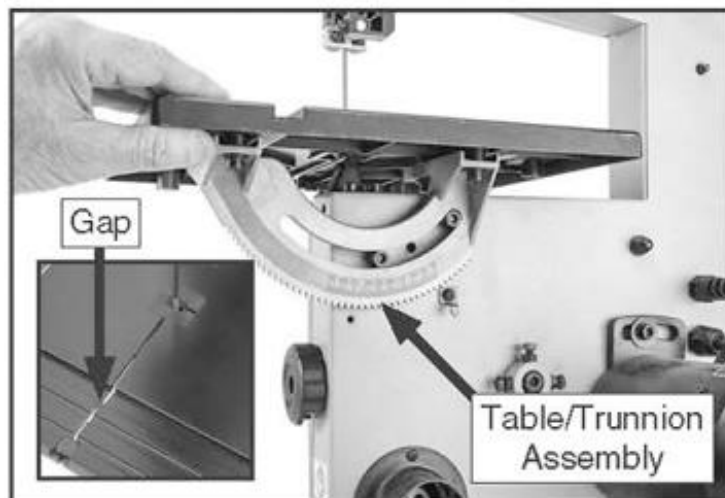

Рис. 13. Рабочий стол в сборе.
5. Используя зазор в столе (см. рис. 13), продвиньте стол через пыльное полотно и поверните узел на 90°. Расположите узел так, как показано на рисунке 13.